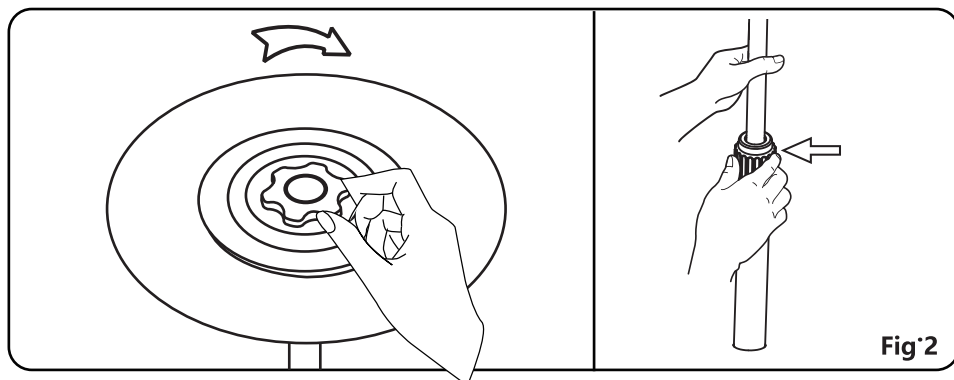

Fig.2
3. Bloccare il dado della base grande.(Fig. 2)